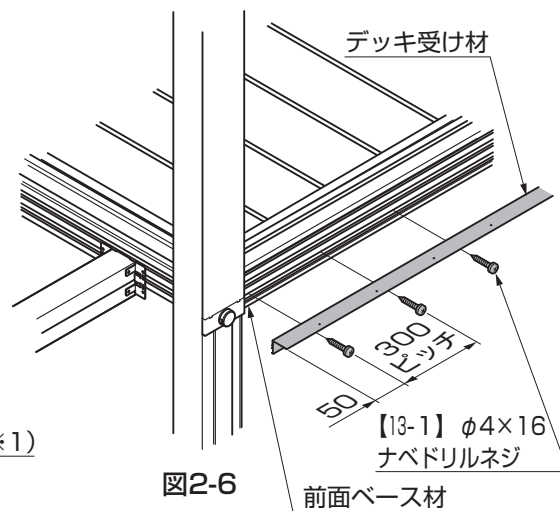

図2-6
②デッキ受け材を前面ベース材に【I3-1】で取付けてください。(図2-6参照)